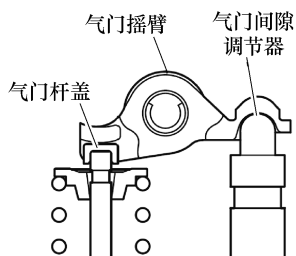

图 1-163 安装气门摇臂
① 安装前检查气门间隙调节器。
② 将 16 个气门间隙调节器安装到气缸盖上。
① 在间隙调节器顶端和气门杆盖处涂抹发动机机油。
② 如图 1-163 所示, 安装 16 个气门摇臂。